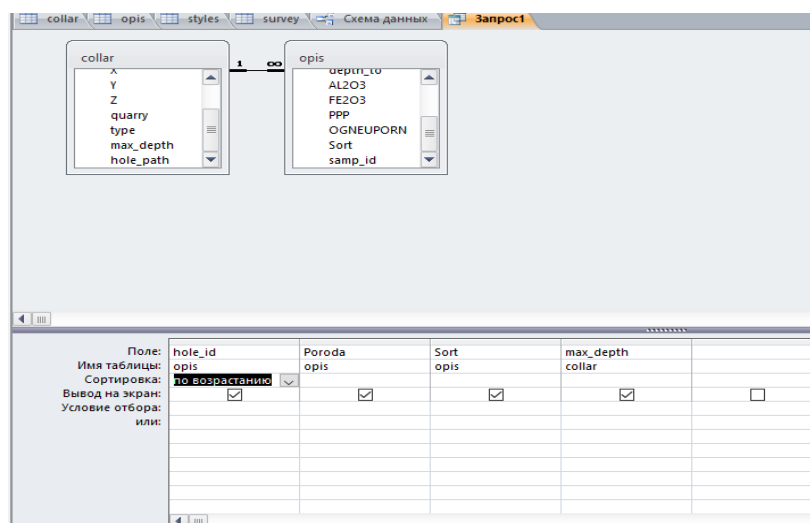

Рис. 24. Структура запиту у вікні Конструктора
6. У відповідність із цим запитом із таблиць opis та collar будуть обрані тільки ті поля, які вказані в запиті (рис.24).